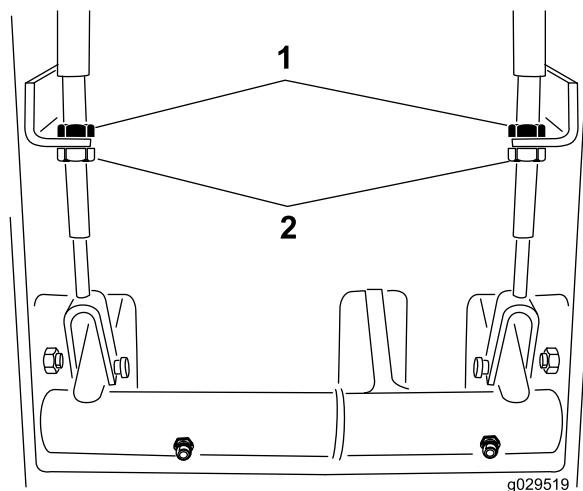

Figure 72
2. Pour réduire la garde aux pédales de frein, desserrez les écrous de blocage avant sur l'extrémité filetée du câble de frein (Figure 72).